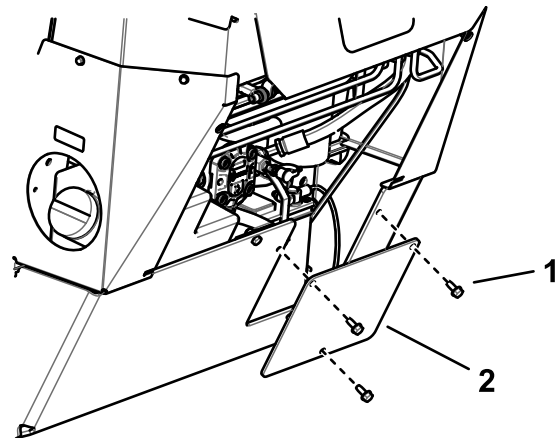

Bild 37
5. Setzen Sie die Batterieabdeckplatte ein (Bild 37).